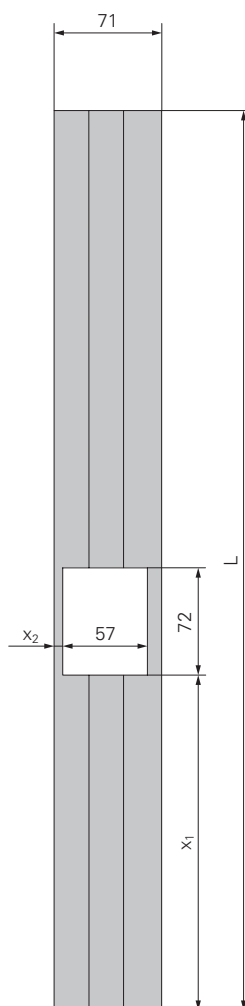

Fig. B7.06
5. Sfinestrare l'impalcato della piattaforma secondo la figura B7.06.
6. Installare la botola (280), vedere "Montaggio della botola di discesa" a pagina 60.
7. Inserire le tavole parapetto (264) nei supporti e avvitare con viti Torx 6 x 40 (200). Se necessario, riallineare le tavole parapetto.
8. Se la piattaforma di getto non è circonferenziale, posizionare un parapetto di chiusura 55 (29) sull'impalcato della piattaforma il più a fondo possibile e serrare il calibro a gancio (29.1) con il dado di trascinamento (29.2).
La piattaforma intermedia della cassaforma e la piattaforma di getto sono degli assemblaggi quasi identici. (Fig. B7.06 + B7.07)